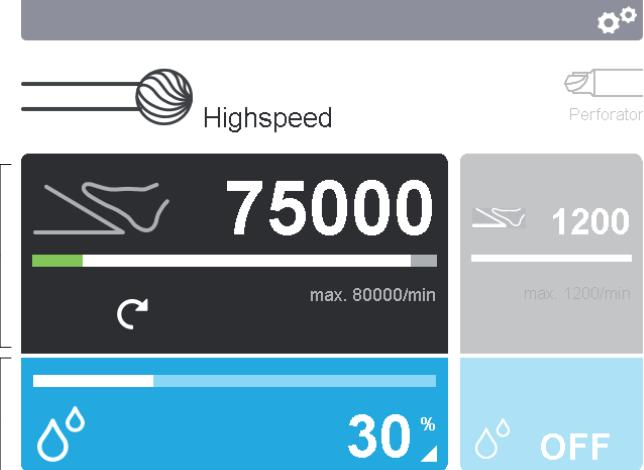

Abb. 5 Bedienfelder aktivieren
- Einstellparameter Anwendungsteil ändern: Anwendungsteil-Bedienfeld b im Display 2 betätigen, siehe Abb. 5.